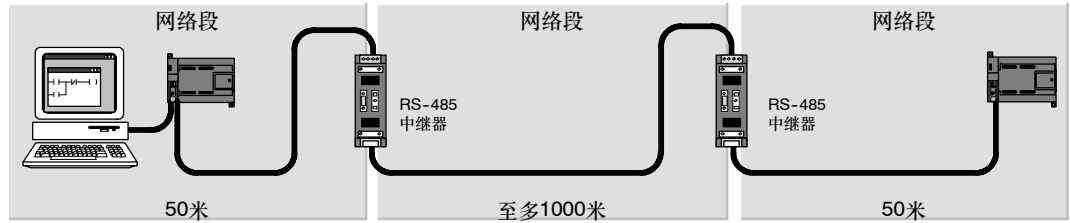

图7-21 具有中继器的范例网络
- **为增加网络的长度：**为网络添加一个中继器，能够将网络再扩展50米。如果连接了相互之间没有任何其它节点的两个中继器（如图7-21所示），则可将网络扩展到波特率所允许的最大电缆长度。在一个网络中，最多可串联使用9个中继器，但网络的总长度不能超过9600米。